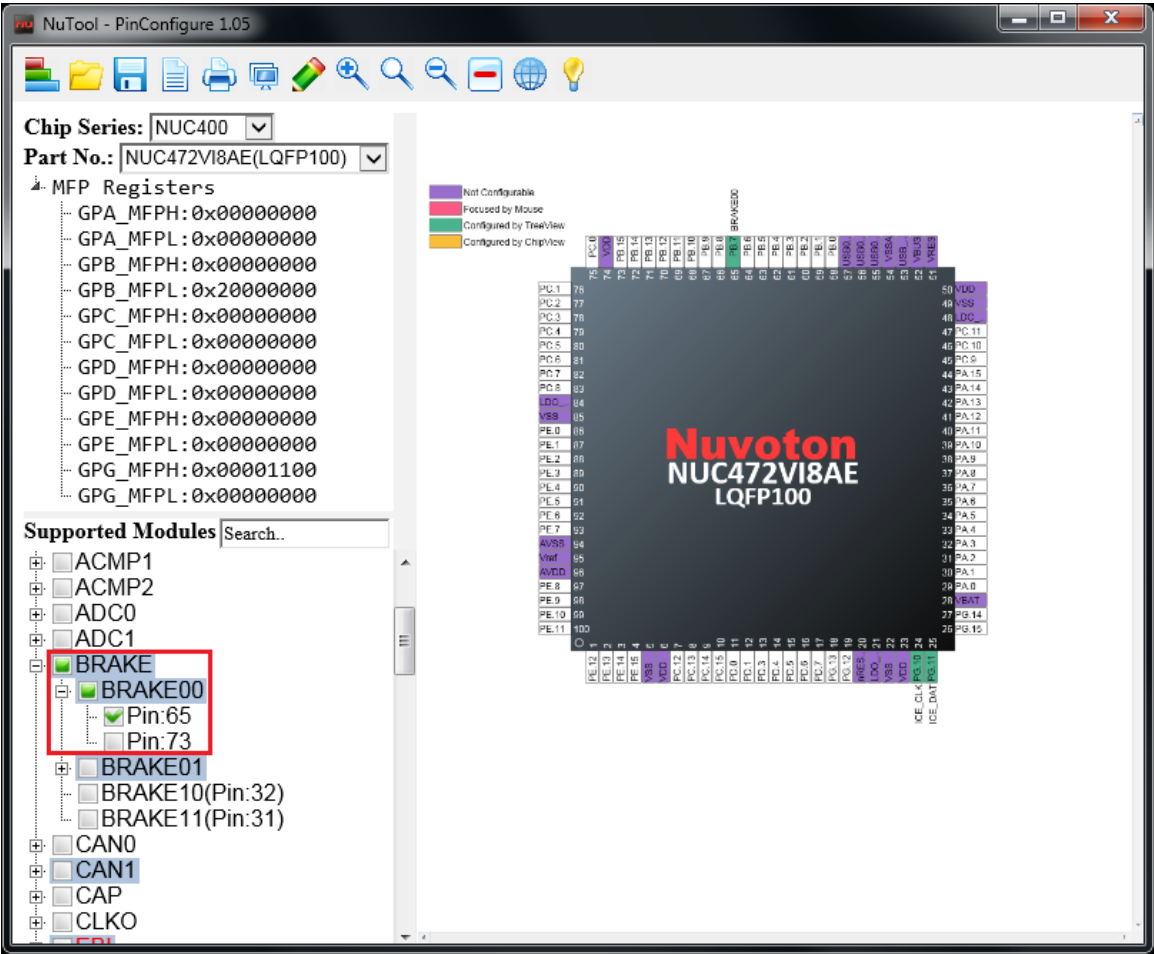

图 3-9 BRAKE00 的多重选择
2. 移动鼠标到选项中，并且点击想要的功能。单独的管脚设定完成之后，此时在树状图与 MFP 寄存器也会同步更新(参照图 3-9)。